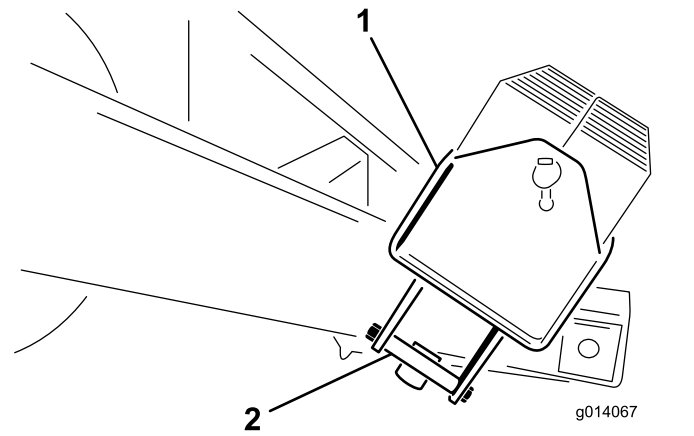

Bild 5
2. Entfernen Sie die Schrauben ($\frac{1}{2}$ " x $5\frac{1}{2}$ "") von der Befestigungshalterung, die den Ballastkasten hält. Werfen Sie die Befestigungshalterungen weg (**Bild 5**).